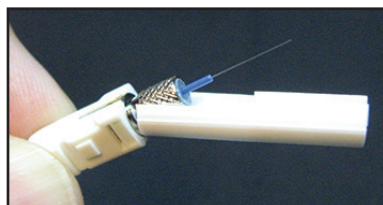

Figure 1
3. Tout en tenant le connecteur fermement, tirer vers le bas sur le protecteur de clivage pour l'enlever du connecteur (Figure 1).